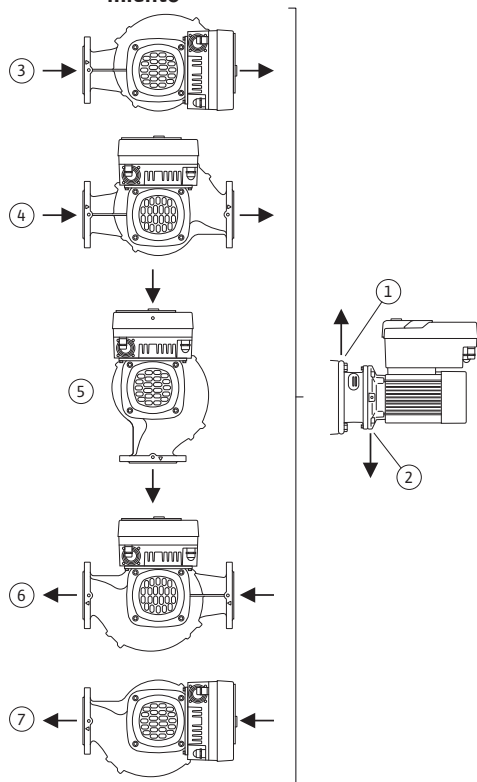

Fig. 17: Posiciones de instalación admisibles con eje horizontal
- Con el eje del motor en horizontal, el orificio de condensado debe estar hacia abajo (Fig. 17, Pos. 2). Si no es así, gire el motor.